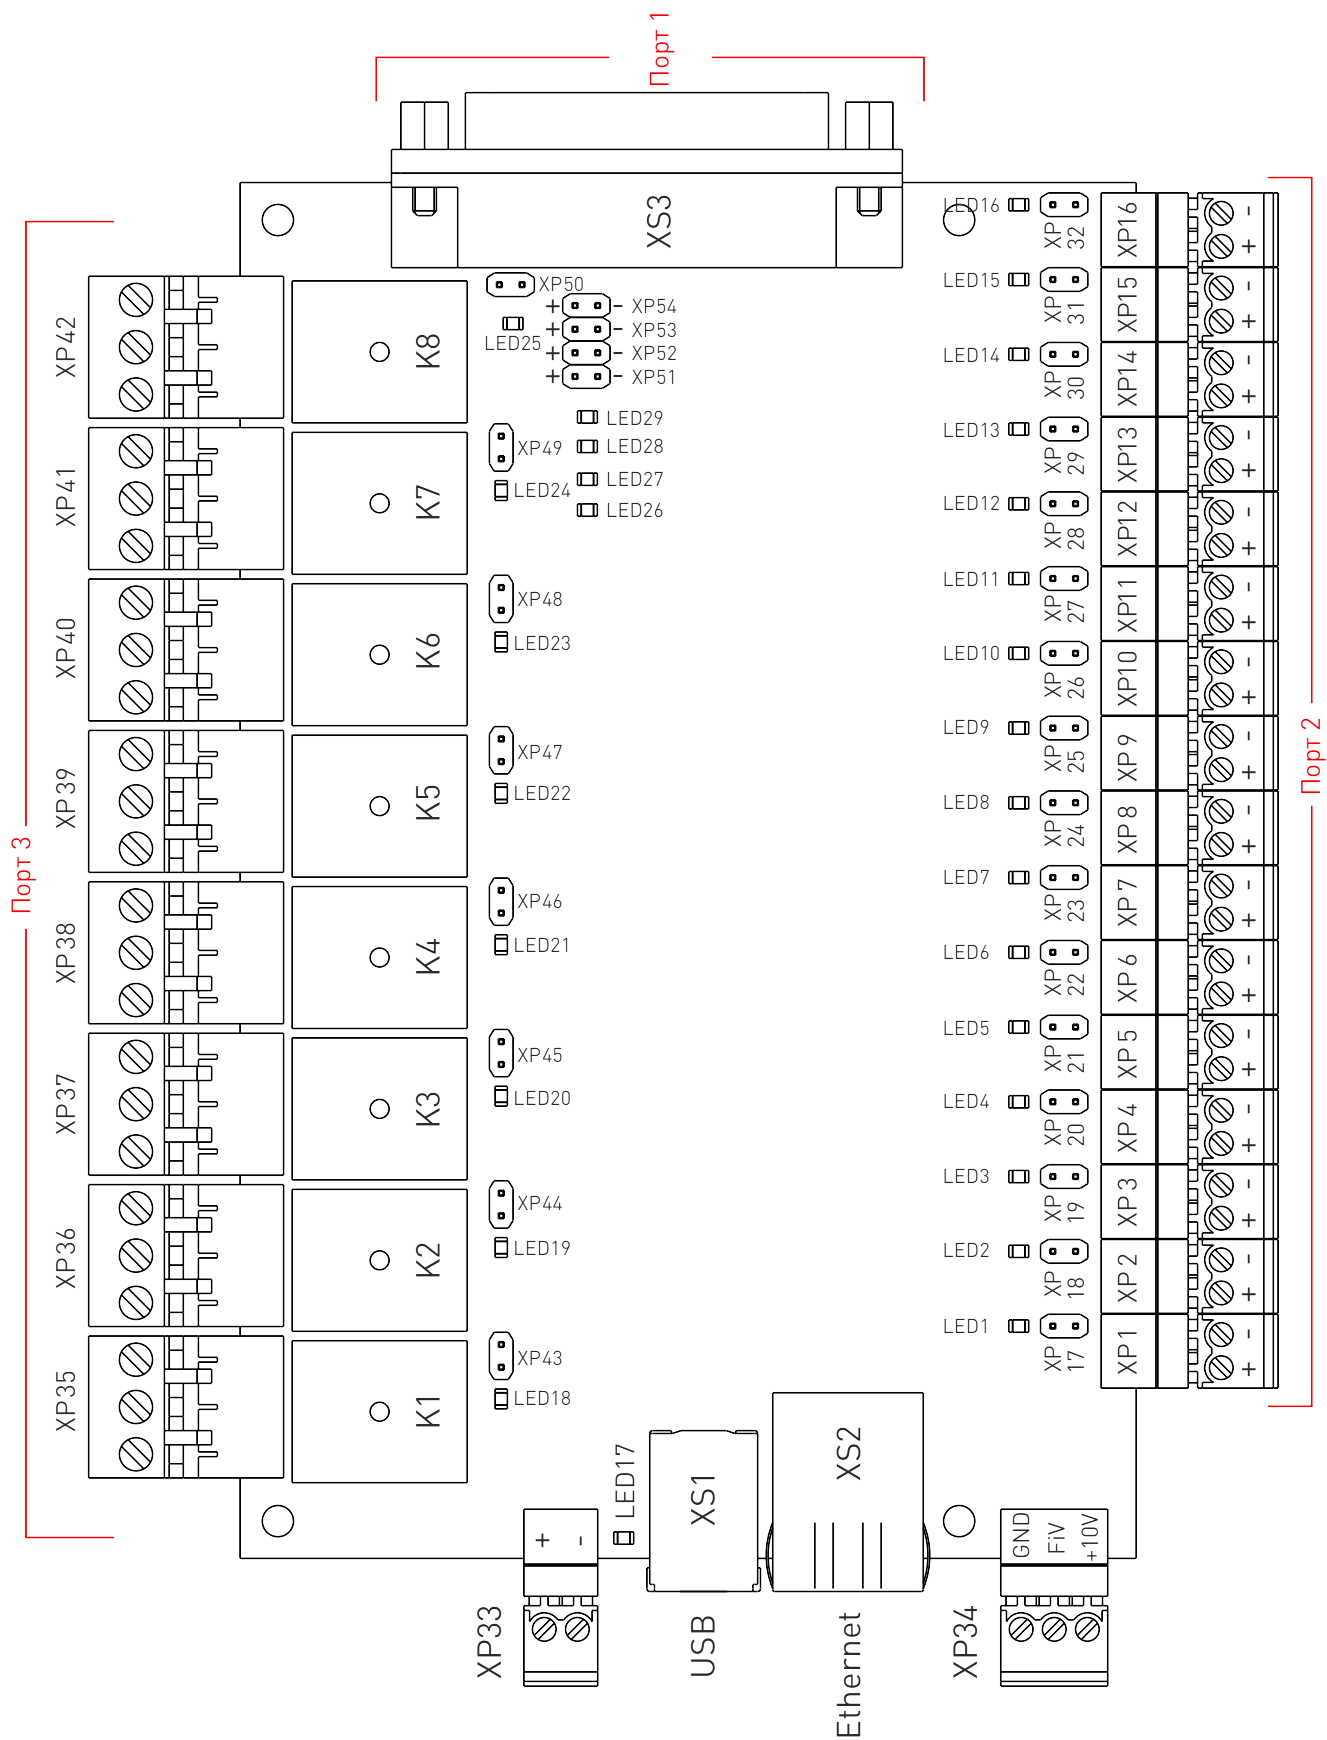

Рис. 2. Схема подключения
- Разъем XP33 — разъем питания контроллера (12 вольт) (рис. 2).
- Разъем XS2 (рис. 2) предназначен для подключения PLCM-E4 к локальной сети Ethernet.
- Контроллер имеет 3 порта. Первый порт представлен разъемом XS3. Он буферизирован и аналогичен LPT-порту компьютера по назначению и нумерации контактов (рис. 2). Аналогично порту LPT, контакты 1, 2, 3, 4, 5, 6, 7, 8, 9, 14, 16, 17 являются выходами, а 10, 11, 12, 13, 15 — входами. Второй порт — это шестнадцать оптоизолированных входов. Третий порт — восемь силовых реле.
- Разъемы XP35 – XP42 — это разъемы подключения силовых реле K1 – K8 (рис. 2).
- Разъемы XP43 – XP50 (рис. 2) позволяют подключить дублирующие светодиоды, которые предназначены для индикации состояния силовых реле K1 – K8.
- Разъемы XP1 – XP16 — подключение оптоизолированных входов. (рис. 2)
- Разъемы XP17 – XP32 (рис. 2) позволяют подключить дублирующие светодиоды, которые предназначены для индикации состояния входов XP1 – XP16.
- Разъемы XP51 – XP54 (рис. 2) позволяет подключить дублирующие светодиоды для индикации состояния контроллера, например, в случае его установки в какой-либо корпус (таб. 1).
- Также контроллер имеет конвертор ШИМ > напряжение (XP34) для управления частотным преобразователем (рис. 2).